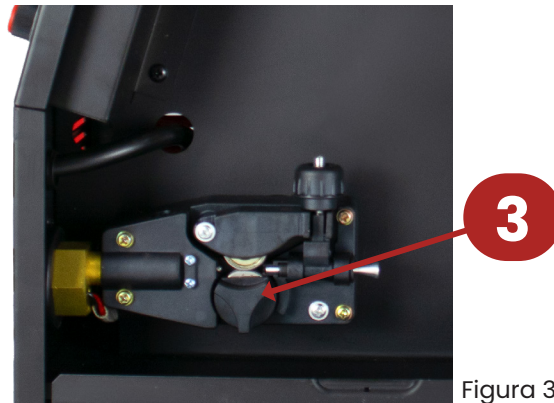

Figura 3
1. Remova o parafuso do eixo (Peça 3, figura 3).